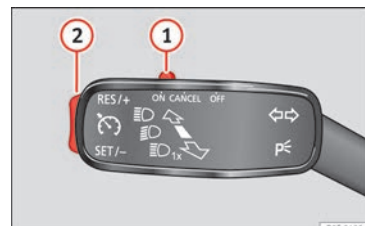

Fig. 39 Ver localização na pág. 7-8
- Ligar o GRA: desloque o interruptor » **Fig. 39 1** até **ON**. O sistema está ligado. O sistema não regula por não ter qualquer velocidade programada.
- Ativar o GRA: pressione o botão » **Fig. 39 2** na zona **SET/-**. A velocidade atual é memorizada e regulada.
- Desligar o GRA temporariamente: desloque o interruptor » **Fig. 39 1** até **CANCEL** ou pise o travão. A regulação é desativada temporariamente.
- Ligar novamente o GRA: pressione o botão » **Fig. 39 2** em **RES/+**. A velocidade memorizada é guardada e regulada novamente.
- Desligar o GRA: desloque o interruptor » **Fig. 39 ①** para **OFF**. Desliga-se o sistema e a velocidade memorizada apaga-se.